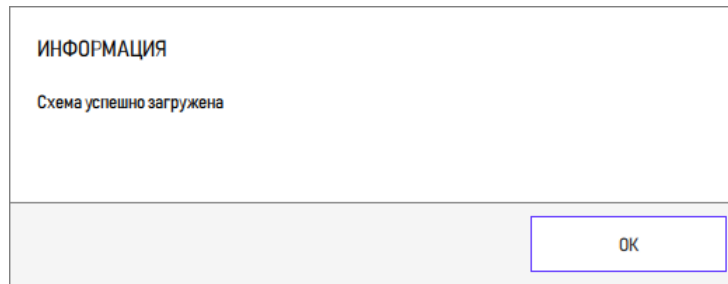

Рисунок 333 – Информационное сообщение о загрузке схемы
5) В открывшемся информационном сообщении об успешной загрузке структурной схемы нажать кнопку «Ок» (рисунок 333).